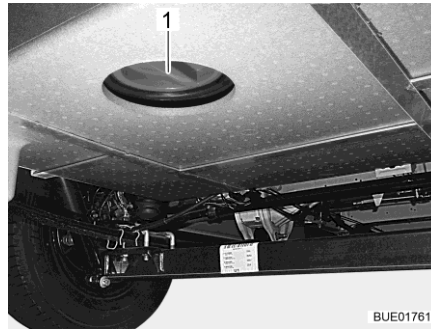

Bild 291 Reinigungsoffnung (Abwassertank)
- Reinigungsoffnung (Bild 291,1) am Abwassertank und den Ablasshahn öffnen.